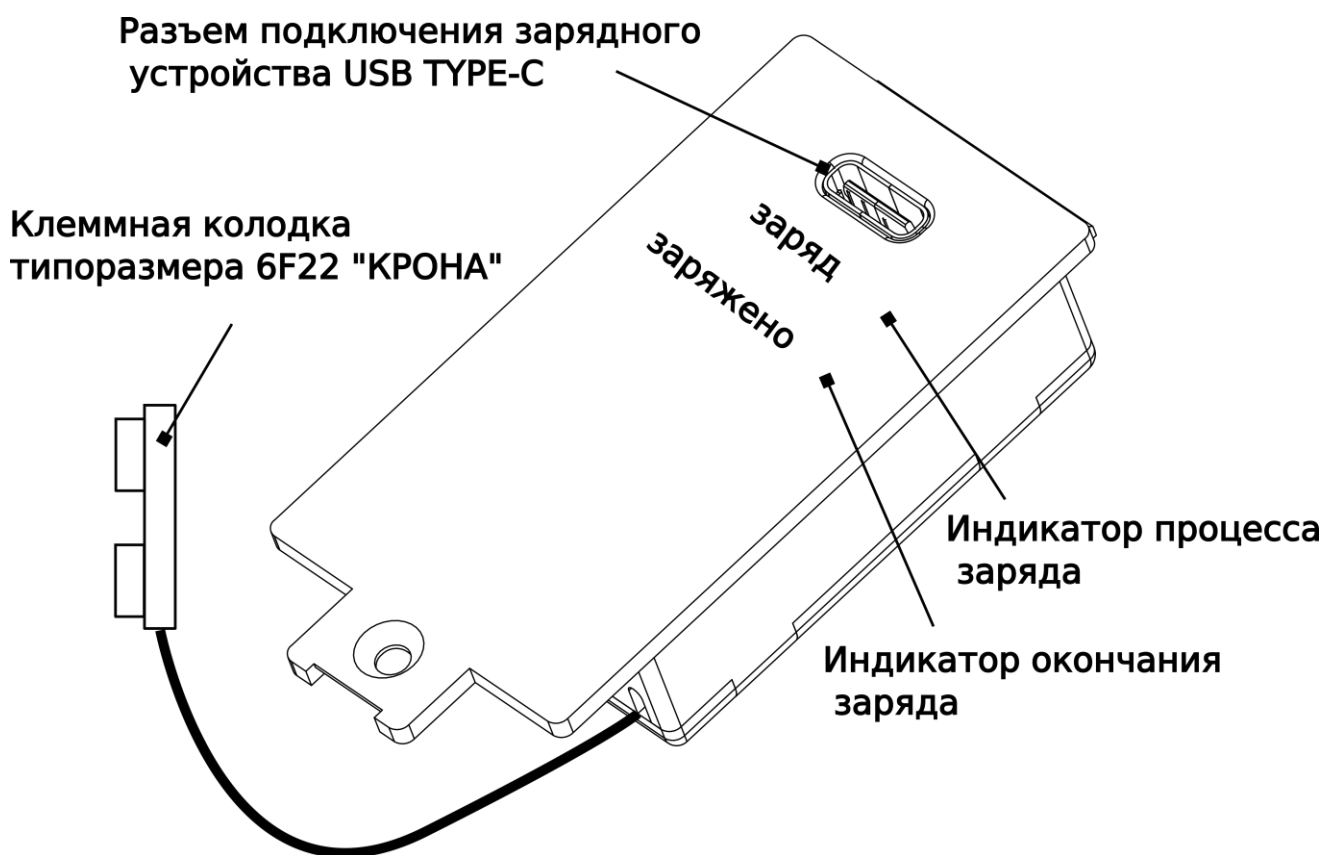

Рисунок 1 — аккумулятор пульта управления
2.1 Аккумулятор (рис.1) предназначен для установки в пульты управления производства ООО «НПП СибСпецПроект».